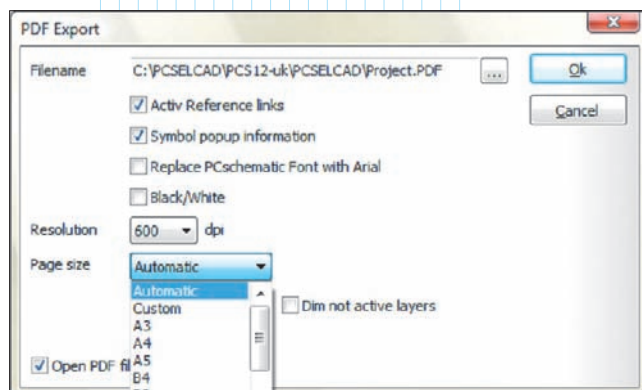

Рис. 6. Окно настройки экспорта в формат PDF
В меню файлов добавлена новая строчка “Экспорт” с пока единственным (надеюсь, что это временное явление) вложением “в PDF”. По нажатию появляется окно настроек (рис. 6), в котором нужно выбрать нужные опции и параметры, а также указать каталог на диске, в котором сохранится готовый PDF-файл.
- выбрать опцию *Always dot when connected* (всегда проставлять точки в соединениях) для всех точек контакта (рис. 6).